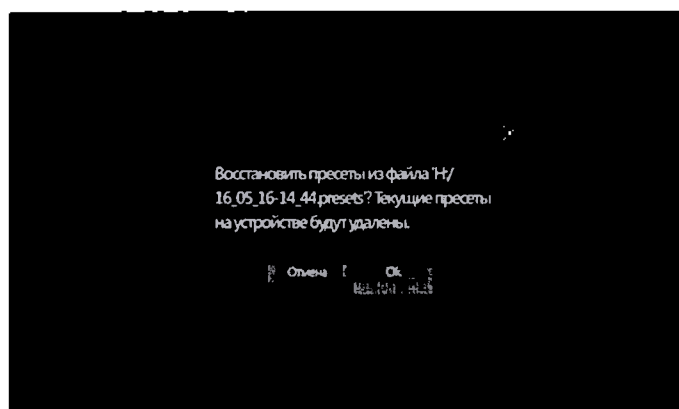

Рис. 3.76 – Загрузка нужного пресета
3.9.12 Для загрузки шаблона нажмите на нужный файл и клавишу «ОК» (рис. 3.76).